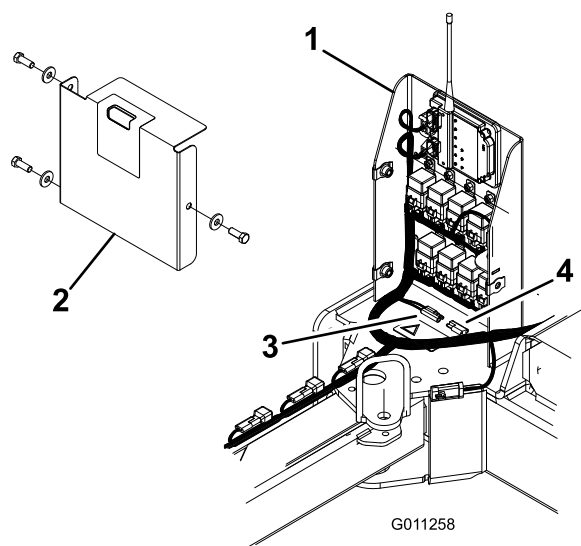

図 35
- ・ 電気ボックスの中にある橙色と赤色の電気コードについているコネクタのキャップを取る (図 35)。
- ・ カバーを電気ボックスに固定しているねじ (3本) とワッシャをはずして、カバーを外す (図 35)。